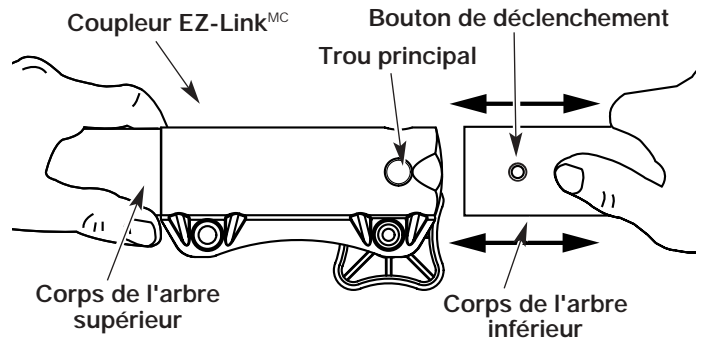

Fig. 20
2. Tenez fermement l'accessoire et enfoncez-le tout droit dans le coupleur EZ-LinkMC (Fig. 20).